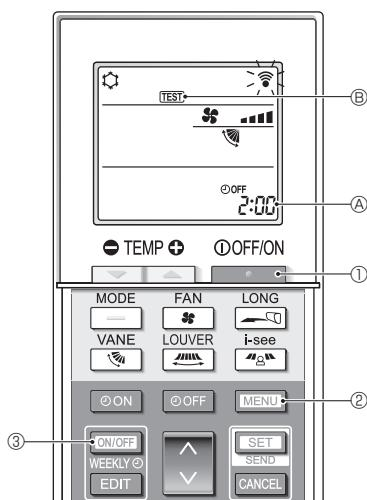

Fig. 7-5
7.2.2. Med trådløs fjernbetjening (Fig. 7-5)
- Tryk på -knappen ① for at stoppe klimaanlægget.
- Hvis ugetimeren er aktiveret (er slæt til), skal du trykke på -knappen ③ for at deaktivere den (er slæt fra).
- Tryk på -knappen ② i 5 sekunder.
- Tryk på -knappen ②.
- ① tændes, og enheden skifter til testkørselstilstand.